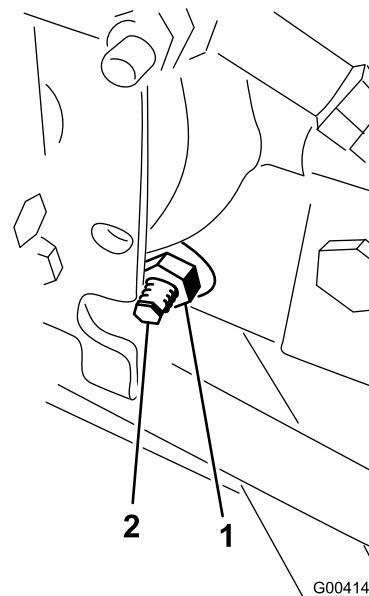

図 70
3. ハイドロスタットの右側にあるトラクション調整カムのロックナットをゆるめる（図 70）。